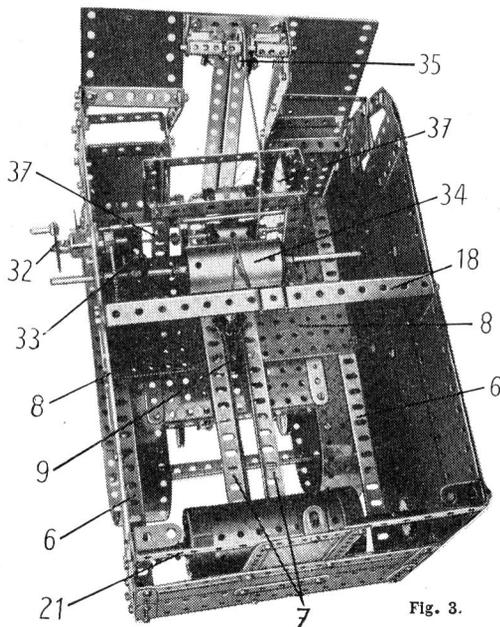

Fig. 3.
L'arrière de la cabine est recouvert par 5 plaques flexibles de $11,5 \times 6$ cm. (fig. 3). Il est fixé sur les côtés par des équerres et par les rebords des bandes coudées (21).